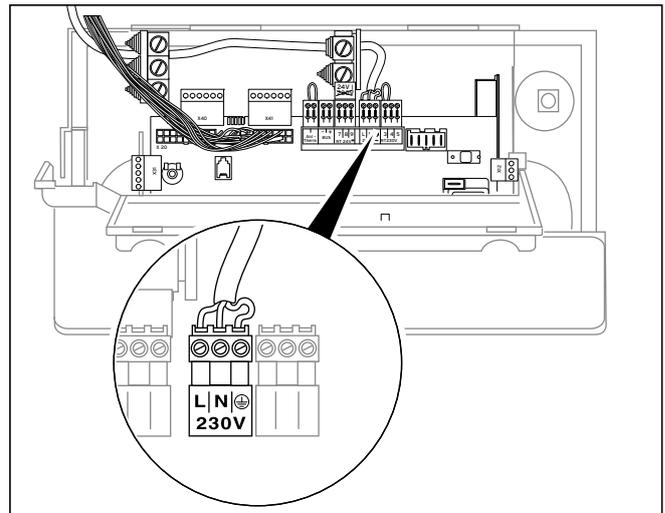
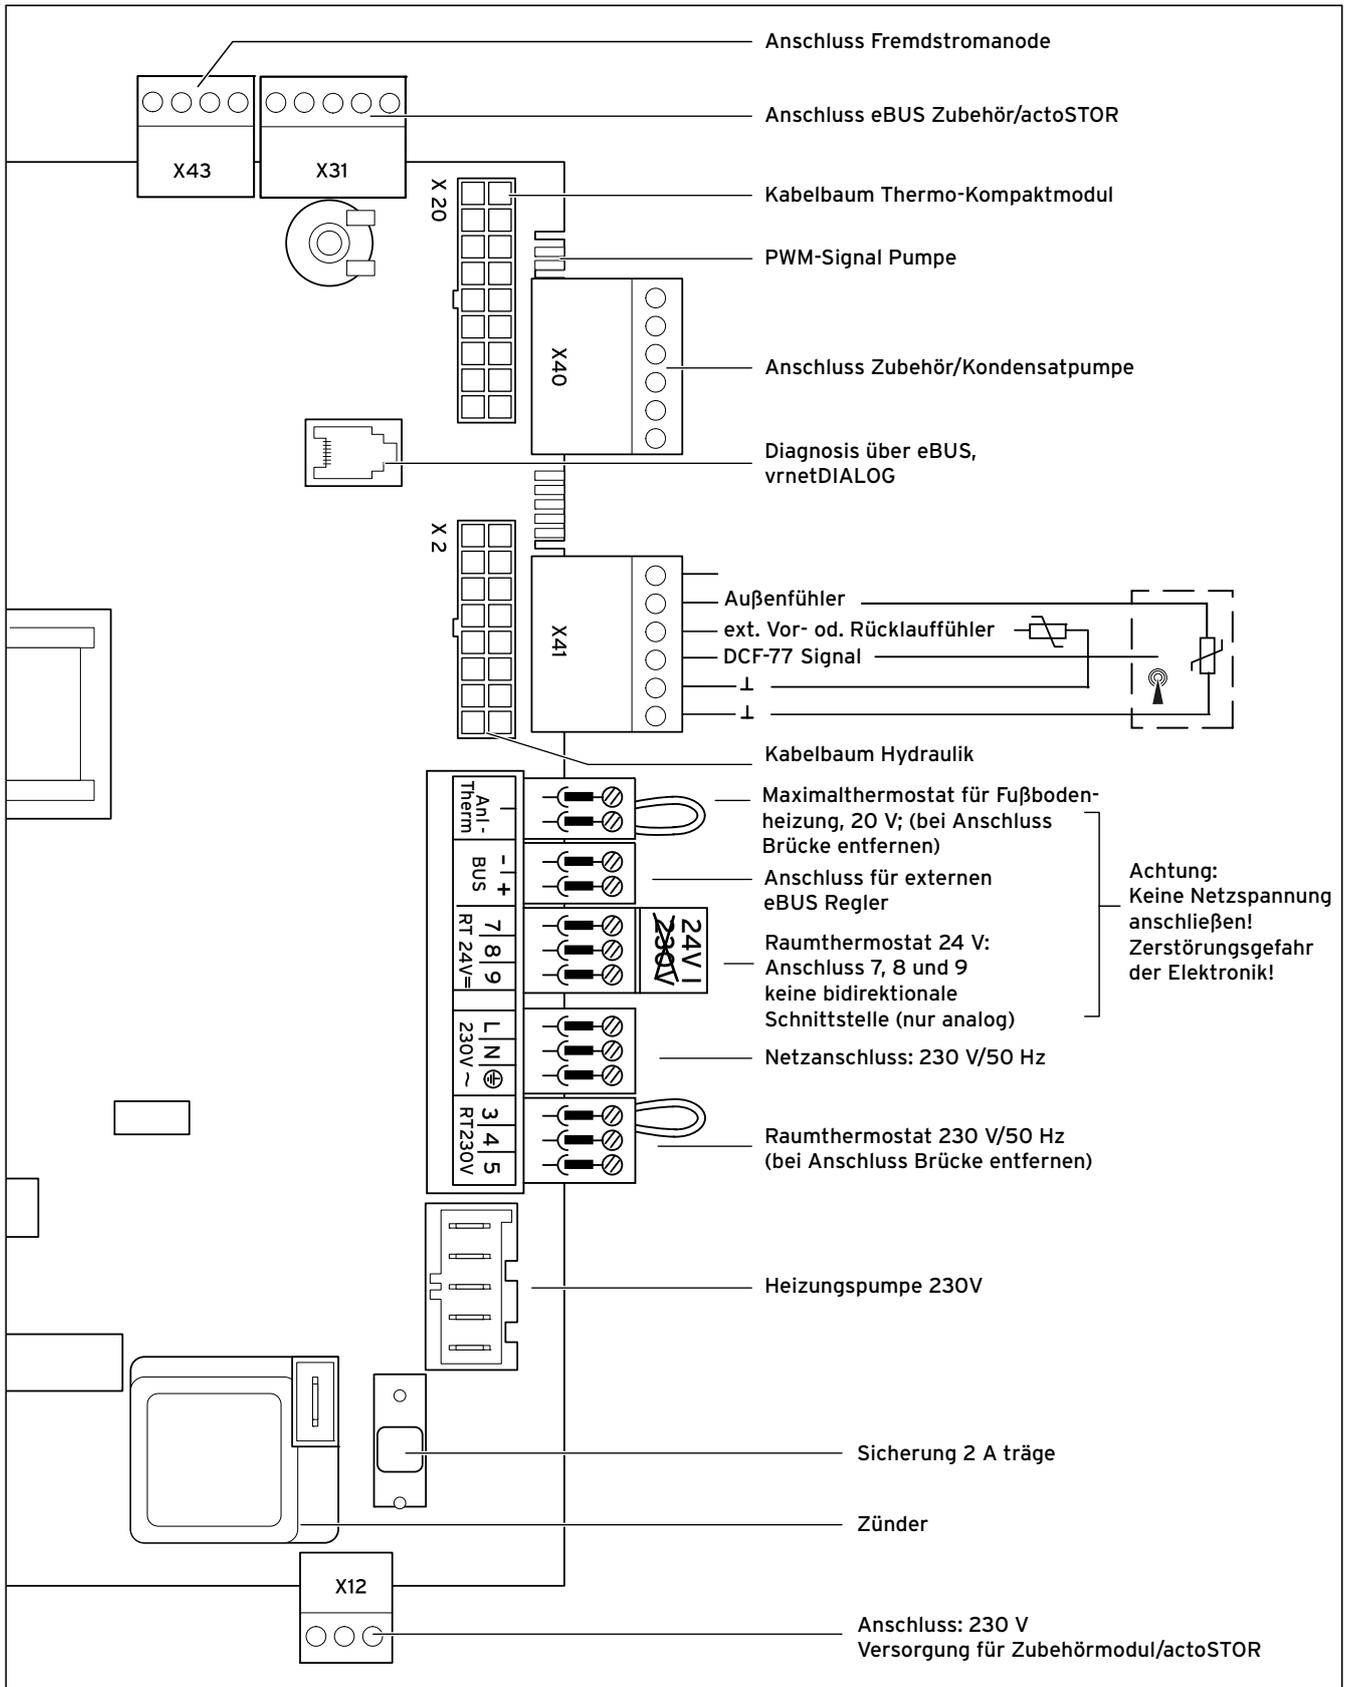
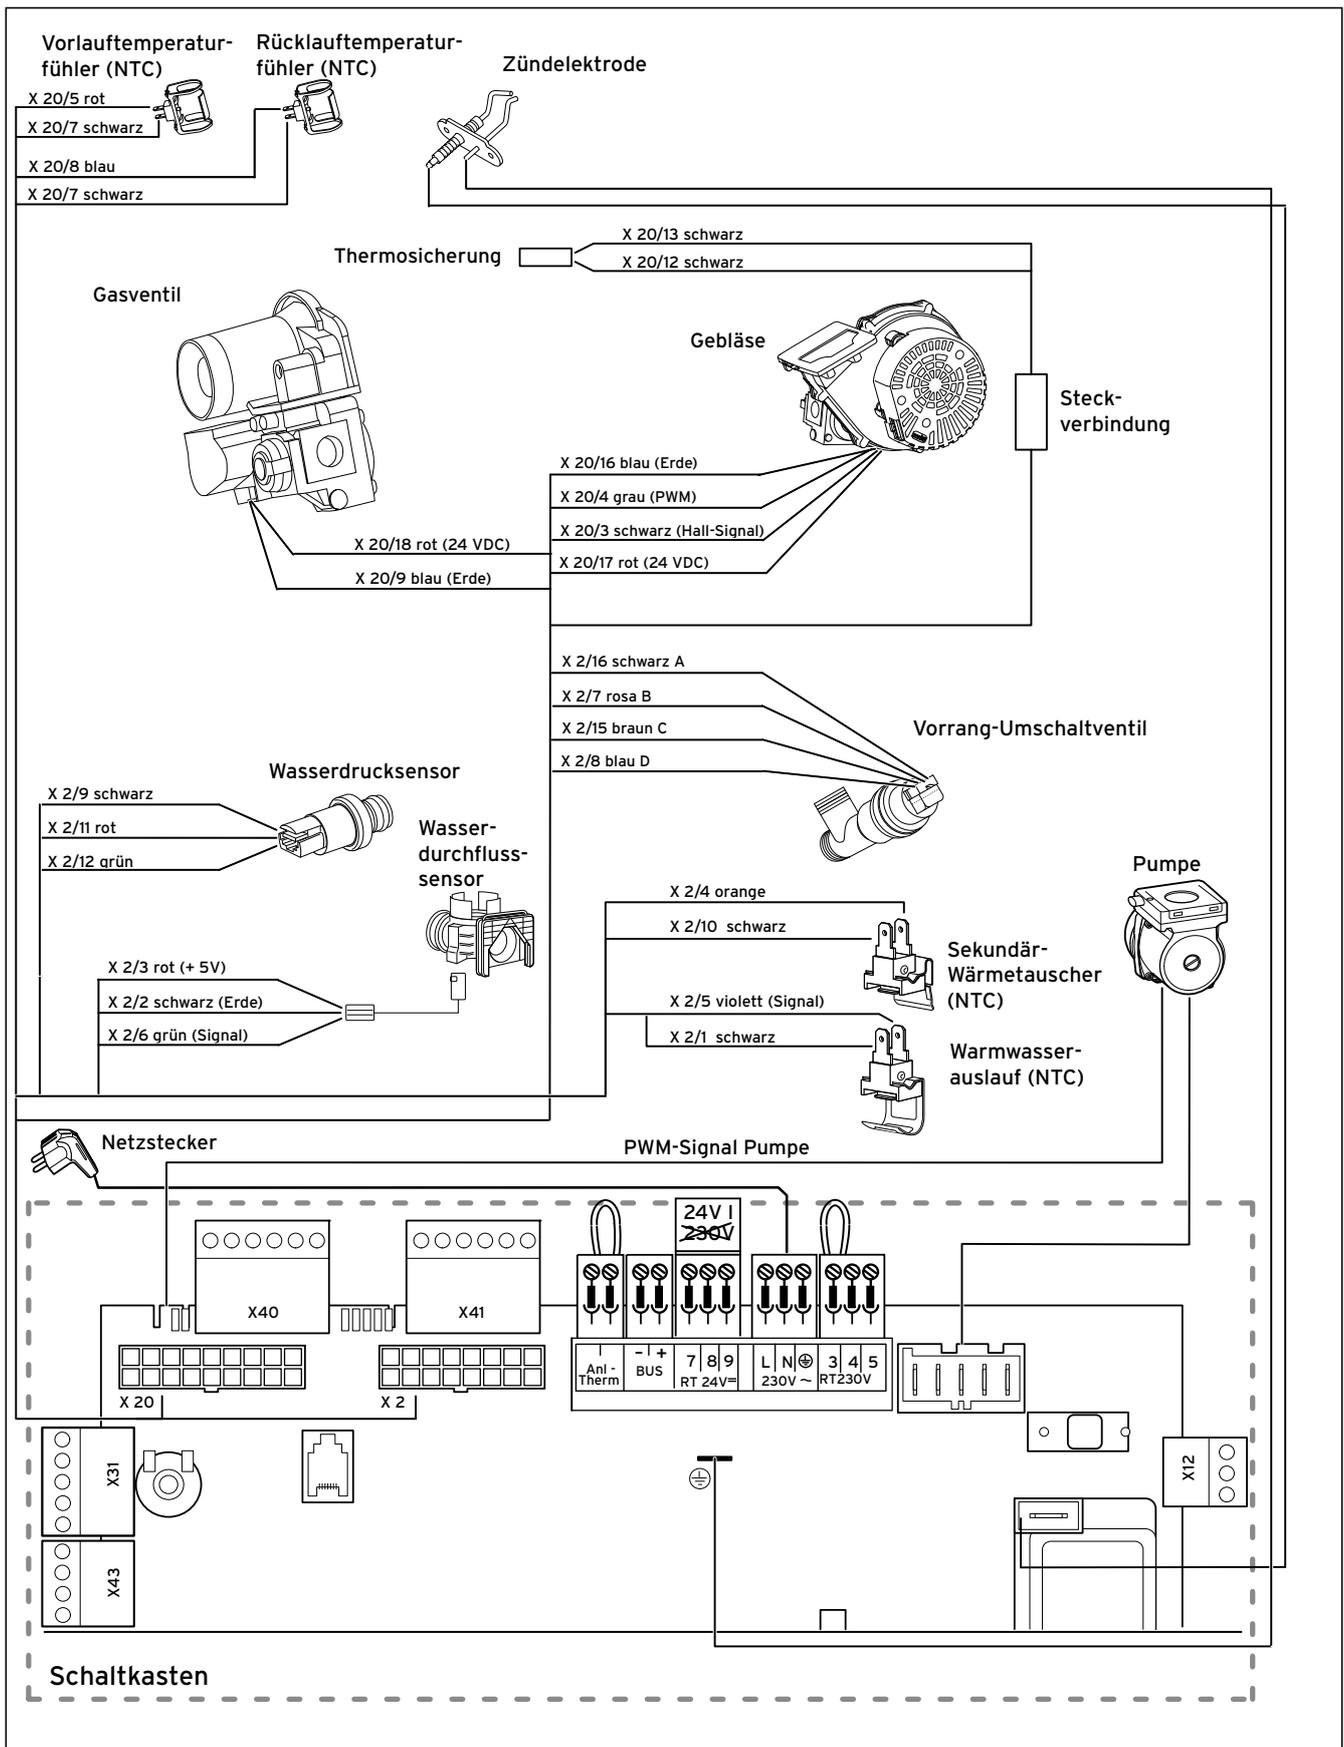

Abb. 5.9 Kabelführung der Netzzuleitung
Abb. 5.10 Anschlussplan ecoTEC
Abb. 5.11 Verdrahtungsplan
- Führen Sie die Anschlussleitungen der anzuschließenden Komponenten durch die Kabeldurchführungen (1) links an der Geräteunterseite, siehe Abb. 5.9.
- Führen Sie anschließend die Anschlussleitungen durch die Kabeldurchführungen (2) in die Elektronikbox ein.
- Schließen Sie die Anschlusskabel entsprechend Abb. 5.10 und Abb. 5.11 an die entsprechenden Schraubklemmen an der Elektronik an.